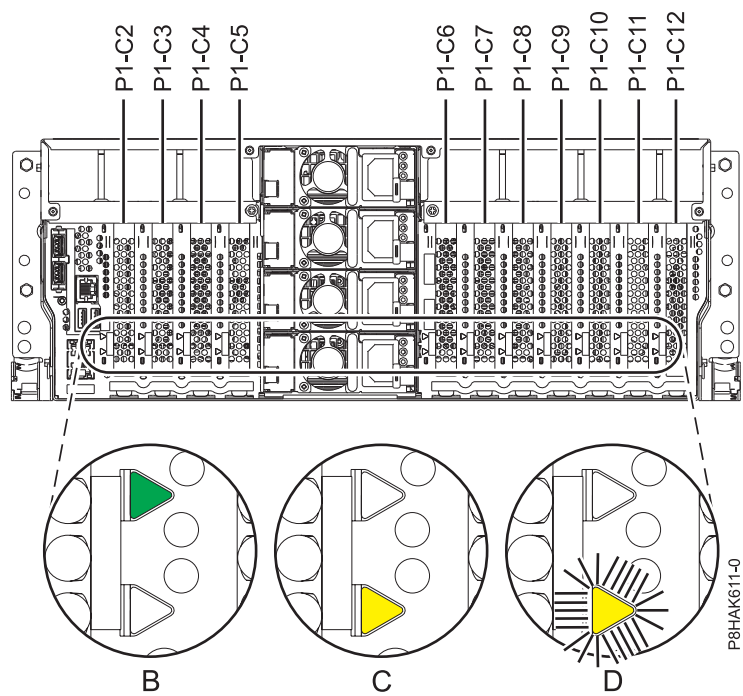
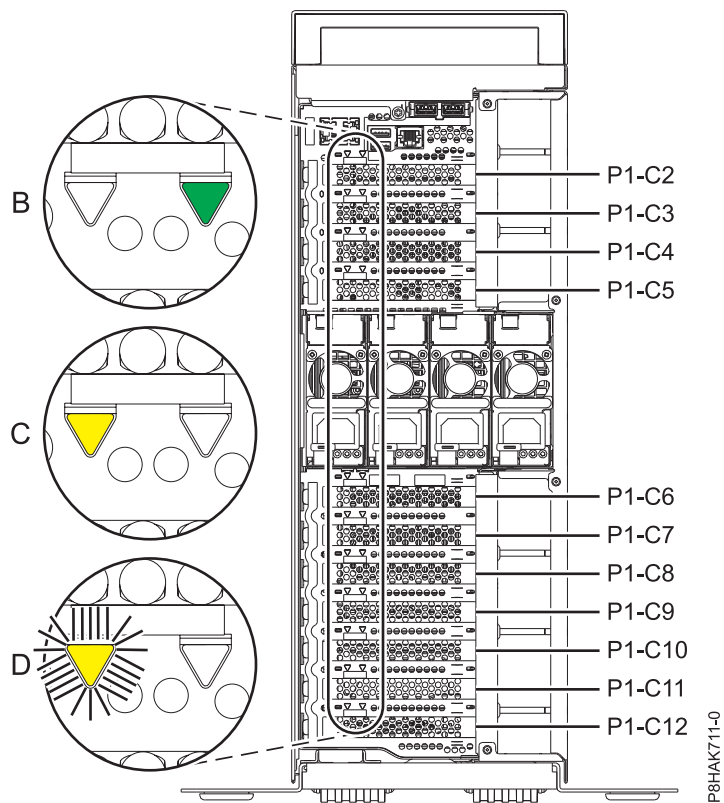

Figura 46. Localizações de ranhuras de adaptadores PCIe e localizações dos LEDs num sistema montado em bastidor
Figura 47. Localizações de ranhuras de adaptadores PCIe e localizações de LEDs num sistema 8286-41A autónomo
1. A Familiarize-se com a localização das ranhuras de adaptador PCIe e indicadores de assistência para o adaptador PCIe no qual pretende prestar assistência. Os adaptadores PCIe estão instalados na parte posterior do sistema. A Figura 46 na página 53 e a Figura 47 na página 53 mostram as localizações dos adaptadores PCIe num sistema e as localizações dos díodos emissores de luz (LEDs) para o adaptador PCIe.